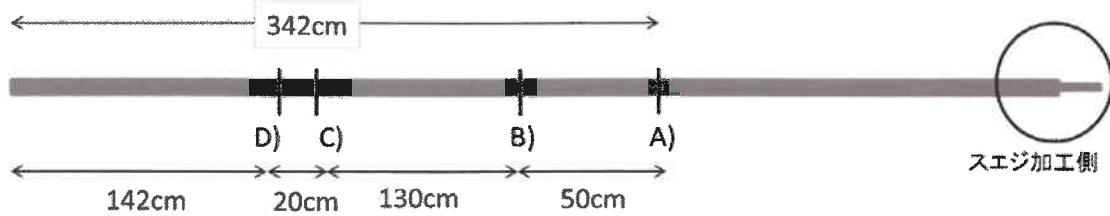

図 25 直管パイプへの印付け
2) サブアーチパイプの加工 (図 25)
①直管パイプに、以下の 4 カ所に印を付けます。